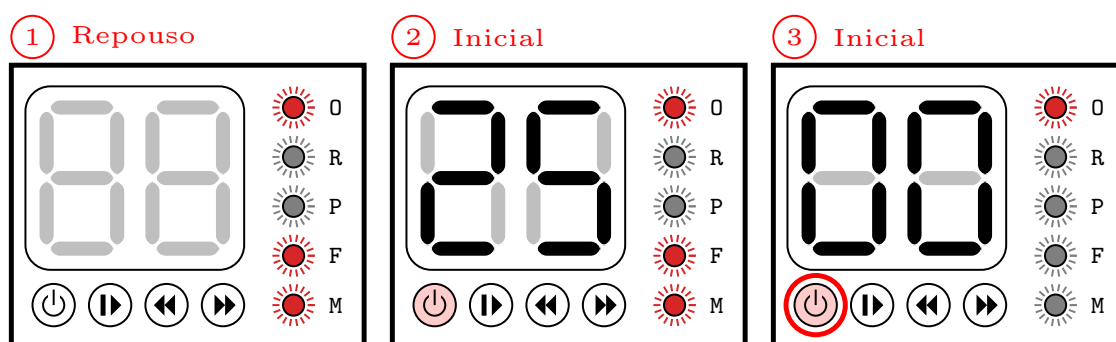

Figura 5: Infográfico do procedimento para reset do sistema
O infográfico da Figura 5 apresenta o detalhamento do procedimento para reset do sistema. Estando na tela de repouso (1), o usuário deverá pressionar o botão ON (2), para que os displays apresentem o valor total de mensagens na memória interna. Para resetar o sistema o usuário deverá pressionar o *pushbuttons* ON por 2s (3), a confirmação do reset será através do valor 00 no display e dos leds F e M desligados.